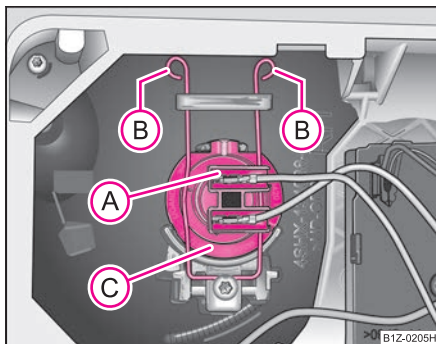

Fig. 226 Demontarea becului luminii de întâlnire
- Decuplați ștecărea (A) ⇒ fig. 226.
- Apăsați mânerul de sârmă (B) înspre far și apoi apăsați-l în lateral.
- Scoateți becul (C) și montați-l pe cel nou, astfel încât elementele de fixare ale soclului să intre în orificiile din reflector.